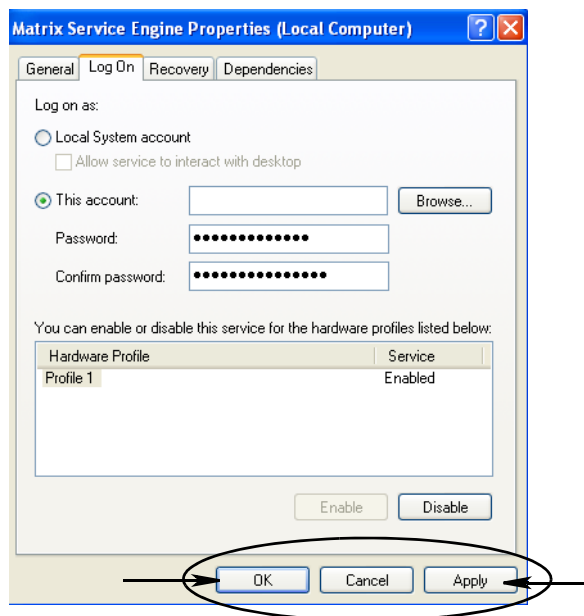

FIG. 60
- Als de computer de gebruikersnaam niet vindt, wordt een foutcode zoals in FIG. 60, pagina 55 weergegeven. Ga door met stap j.
- i. Klik op de knop Toepassen om de wijzigingen toe te passen en vervolgens op OK (FIG. 60).